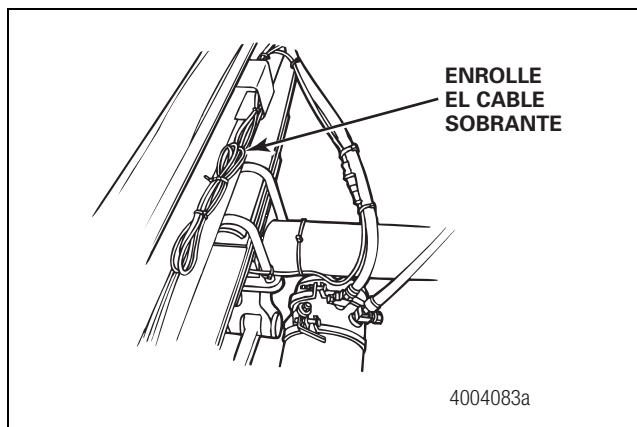

Figura 11
8. Enrolle el cable sobrante, en forma de moño. Figura 11.
6. Enrole el cable sobrante, en forma de moño. Figura 11.
6. Enrole el cable sobrante, en forma de moño y asegure el cable en el subbastidor. Figura 11.